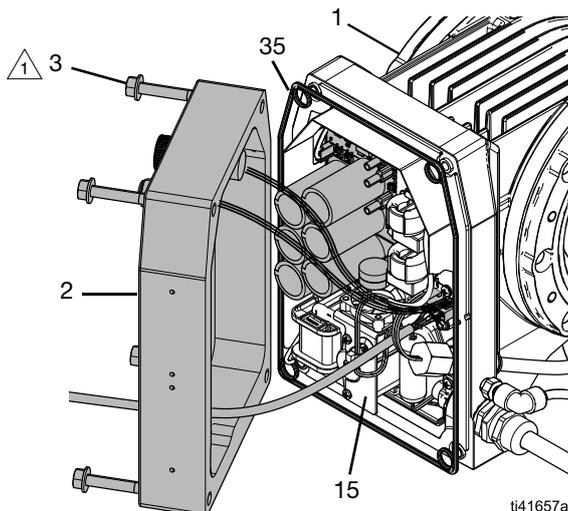

図 2: コントロールカバー
3. コントロールカバー (2) を注意して取り外します。
- a. 制御ボード (15) からコントロールカバー (2) 注意して傾斜して離してください。4. 図 2 を参照してください。
- b. 制御ボード (15) に対するコントロールカバー (2) からすべての配線を取り外してください。電気回路図 (44 ページ) を参照してください。
3. コントロールカバー (2) を設置:
- a. 制御ボード (15) の近くの角度の所定の場所でコントロールカバー (2) を注意して保持してください。4. 図 2 を参照してください。
- c. コントロールカバー (2) から制御ボード (15) へ配線を接続してください。電気回路図 (44 ページ) を参照してください。